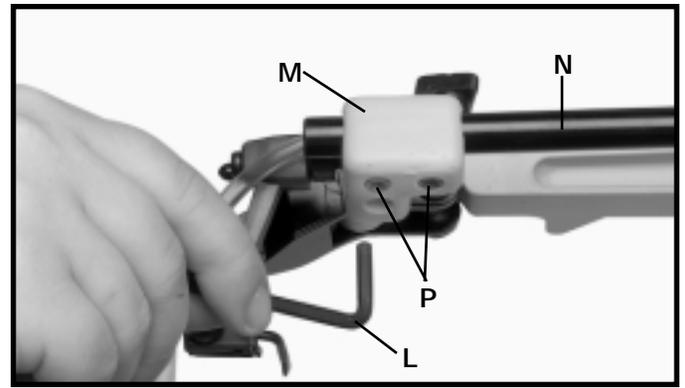

Fig. 11
9. À l'aide de la clé de 4 mm (L) fig. 11 fournie, desserrez les deux vis (P) au bas du support (M), qui fixent le support à la tige (N).